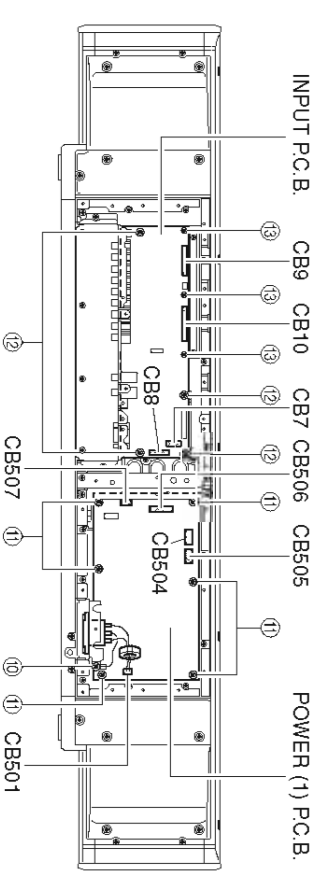

Fig. 5
5. Removal of POWER (1) P.C.B.
- Remove 2 screws (⑨) and screw (⑩). (Fig. 5)
- Remove CB501. (Fig. 5)
- Remove the AC inlet ass'y. (Fig. 5)
- Remove 6 screws (⑪). (Fig. 5)
- Remove CB504-507. (Fig. 5)
- Remove POWER (1) P.C.B.. (Fig. 5)
- Remove 4 screws (⑫) and 3 screws (⑬). (Fig. 5)
- Remove 9 (U, C models) / 7 (T, K, B, G, E, L, V models) / 8 (A model) screws (⑭). (Fig. 5)
- Remove 2 jack screws. (Fig. 5)
- Remove CB7-10. (Fig. 5)
- Remove the INPUT P.C.B.. (Fig. 5)
5. POWER (1) P.C.B.の外し方
- ⑨のネジ2本、⑩のネジ1本を外します。(Fig. 5)
- CB501を外します。(Fig. 5)
- ACインレットASSYを取り外します。(Fig. 5)
- ⑪のネジ6本を外します。(Fig. 5)
- CB504～507を外します。(Fig. 5)
- POWER (1) P.C.B.を取り外します。(Fig. 5)
- ⑫のネジ4本、⑬のネジ3本を外します。(Fig. 5)
- ⑭のネジ8本を外します。(Fig. 5)
- ジャックスクルー2本を外します。(Fig. 5)
- CB7～10を外します。(Fig. 5)
- INPUT P.C.B.を取り外します。(Fig. 5)